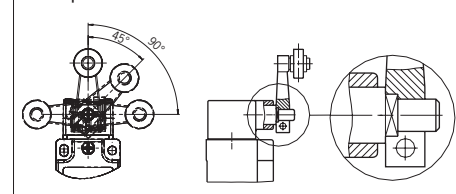

Fig. 2: Regolazione verticale dell'azionatore
► L'azionatore (leva girevole) deve essere fissato all'albero motore con accoppiamento meccanico. Gli elementi plurilaterali sull'azionatore e sull'albero motore devono fare presa uno con l'altro (vedere Fig. 2).